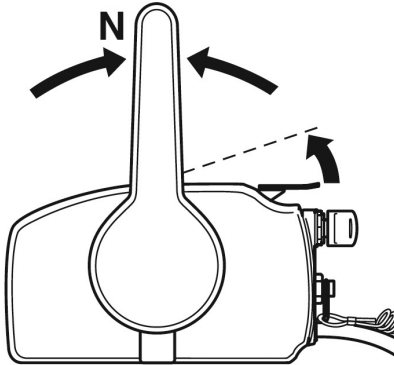

Рис. 35 Положение рычага для запуска двигателя
- Установите рычаг управления дроссельной заслонкой в положение для запуска (Рис. 35). Поднимите рычаг до возникновения сопротивления, затем поднимите рычаг еще немного.